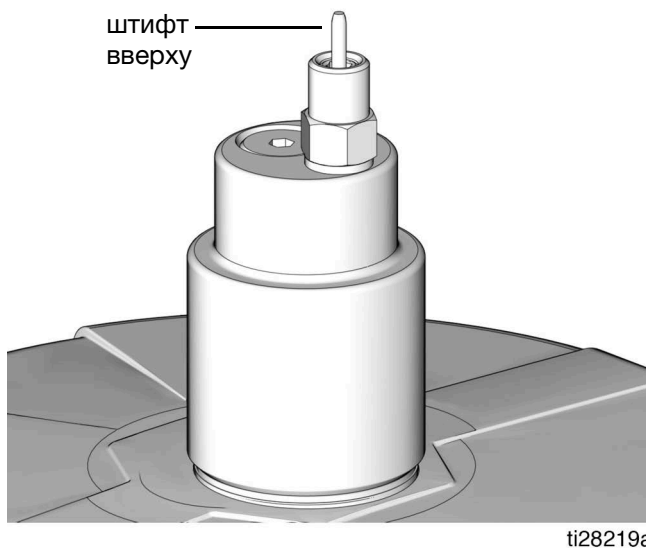

Рис. 24
2. Подсоедините шланг подачи (J) к быстроразъемному соединителю (V).
3. Включите насос станции дистанционного заполнения (F) и заполните резервуар насоса G3 (D) так, чтобы указательный штифт на автоматическом запорном устройстве для заполнения выдвинулся вверх, как показано на Рис. 24. Давление в наполнительном